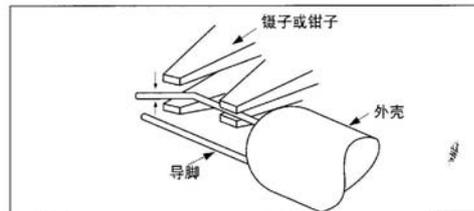

图4
- (2) 要修改弯曲的导脚时, 要压住外壳基侧的导脚, 且从上下方压住弯曲的部位, 再进行修改 (参阅图 4)。